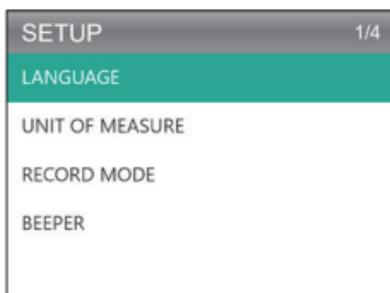

Figura 8.1.2
1. Selezionare Impostazioni e premere [OK] per visualizzare il sottomenu. (Vedi Figura 8.1.2)